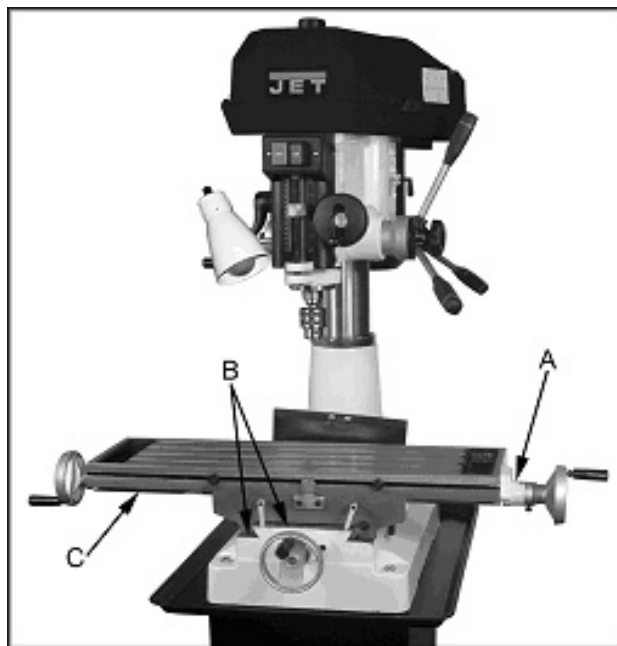

Рис. 13
- **Винт перемещения ось X (С, Рис. 13)**
Смазать через пресс-масленку (А, Рис. 13)
Смазать по всей длине (В, С, Рис. 13).